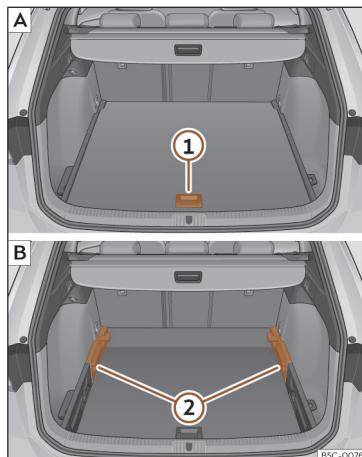

Fig. 189 Piso variável da bagageira: **A** posição alta; **B** posição baixa.
- Para passar da posição baixa para a alta, levante o piso pela pega >>> Fig. 189 (1), puxe-o para trás até que a parte dianteira do piso baixe totalmente os suportes (2).
- Desloque o piso sobre estes para a frente até que chegue ao limite no encosto dos bancos traseiros e, de seguida, baixe o piso com a peça (1).
- Para passar da posição alta para a baixa, levante o piso pela pega >>> Fig. 189 (1), puxe-o para trás até que a parte dianteira do piso baixe totalmente os suportes (2).
- Deixe cair a parte anterior contra o piso e empurre o piso para a frente até que atinja o limite no encosto dos bancos traseiros, baixando ao mesmo tempo o piso com a pega (1).
- Com o piso variável na posição alta, levante pela pega >>> **Fig. 189** ①, puxe-o e empurre para o encosto dos bancos traseiros até que o piso dobre pela linha da dobradiça e a parte móvel do piso assente sobre o mesmo.